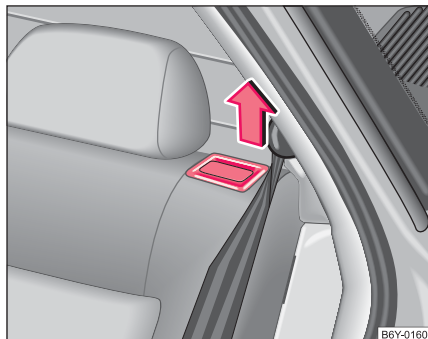

Abb. 49 Rücksitzlehnen entsichern
- Entriegelungsknopf an der Rücksitzlehne ziehen und Rücksitzlehne nach vorn klappen ⇒ Seite 68, Abb. 49.